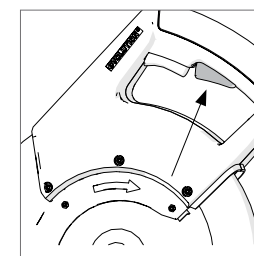

図24
- ・ブレードの回転速度が安定したら、トリガースイッチ下側にあるセーフティ解除スイッチを押して解除し、静かにハンドルを押し下げて切断を開始します。(図24)